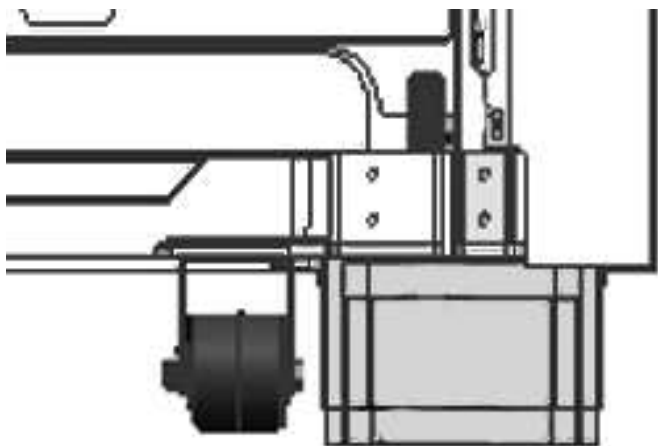

Figure 31: Recouvrements Des Pattes Installés
4. Faites glisser la manche extérieure vers le haut. L'autre pièce est munie d'encoches (que vous ne pouvez voir) dans lesquelles la manche plus grande devrait s'enclencher. Vous devriez sentir un déclic vous indiquant que le dispositif est fixé correctement à l'appareil (*Figure 31*).